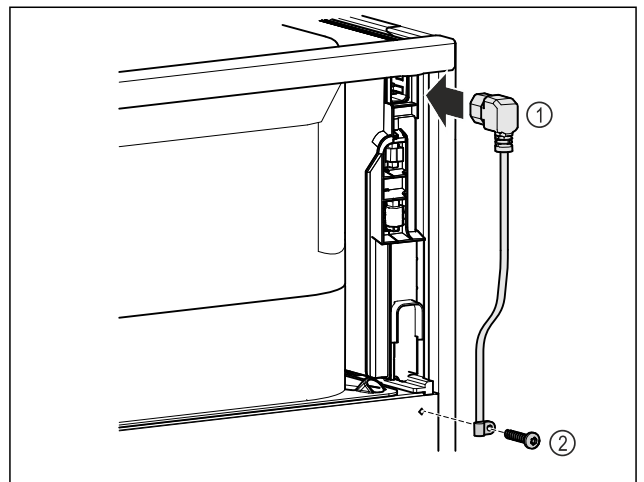

Fig. 11
- ▶ Insertar el conector para aparatos de frío del cable de alimentación Fig. 11 (1) en la parte posterior del dispositivo.
- ▶ Montar la protección contra tirones Fig. 11 (2).